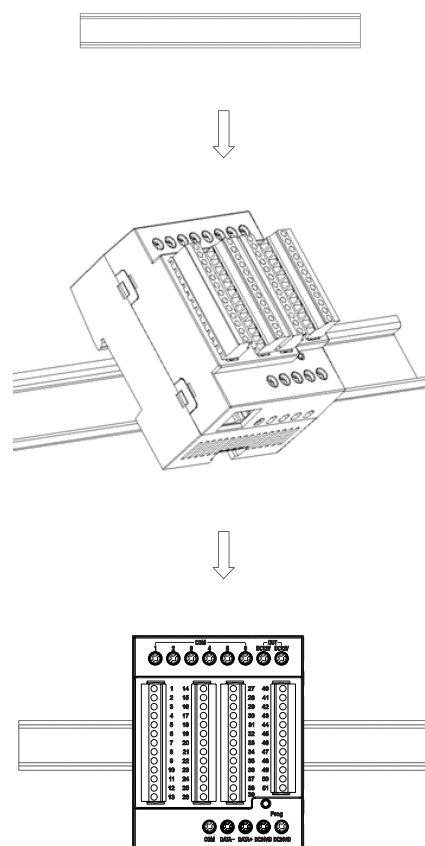

Figura 6. Instalación del Módulo
- El módulo debe instalarse en un riel DIN de 35 mm (Figura 6) alojado dentro de un tablero de automatización dedicado y cerca del entorno con contactos secos, si la distancia entre el panel y los contactos secos supera los 20 metros;